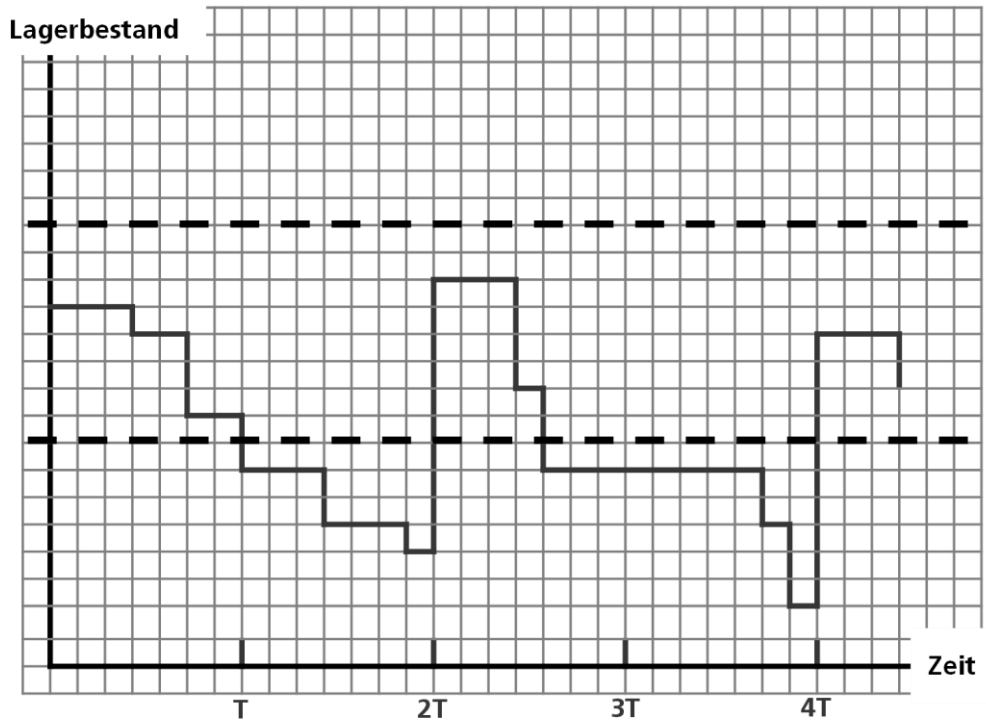

Abbildung 1: Lagerbestandsverlauf
e) Aus welcher Bestellpolitik resultiert der in Abbildung 1 dargestellte Lagerbestandsverlauf, wenn die Lieferzeit genau einer Teilperiodenlänge T entspricht? **5 Punkte**